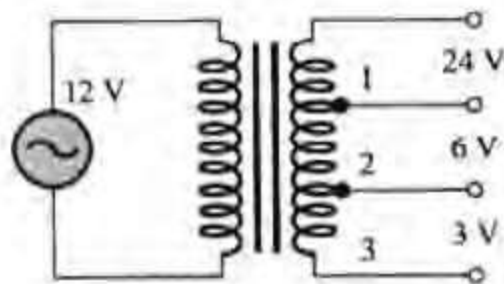

图 15.53
28. 根据图 15.53 中所给出的次级电压, 求初级绕组与每一个抽头所对应的次级绕组的匝数比。